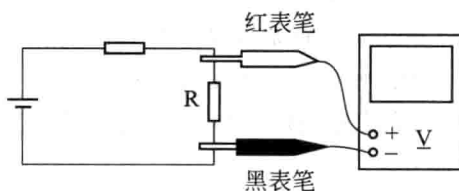

图 1-6 直流电压测量
① 将万用表的转换开关旋至相应的直流电压挡“V”（DCV）挡位,如果已知被测电压的数值,可以根据被测电压的数值去选择合适的量程,所选量程应大于被测电压,若不知被测电压大小时,可以选择直流电压量程最高挡进行估测,然后逐次旋至适当量程上(使指针接近满刻度或大于 $2/3$ 满刻度为宜)。
② 万用表并接于被测电路上,必须注意正、负极性,即红表笔接高电位端(电压的正极),黑表笔接低电位端(电压的负极),如图 1-6 所示。如果不知被测电压极性时,应先将转换开关置于直流电压最高挡进行点测,观察万用表指针的偏转方向,以确定极性;点测的动作应迅速,防止表头严重过载反偏将万用表指针打弯。